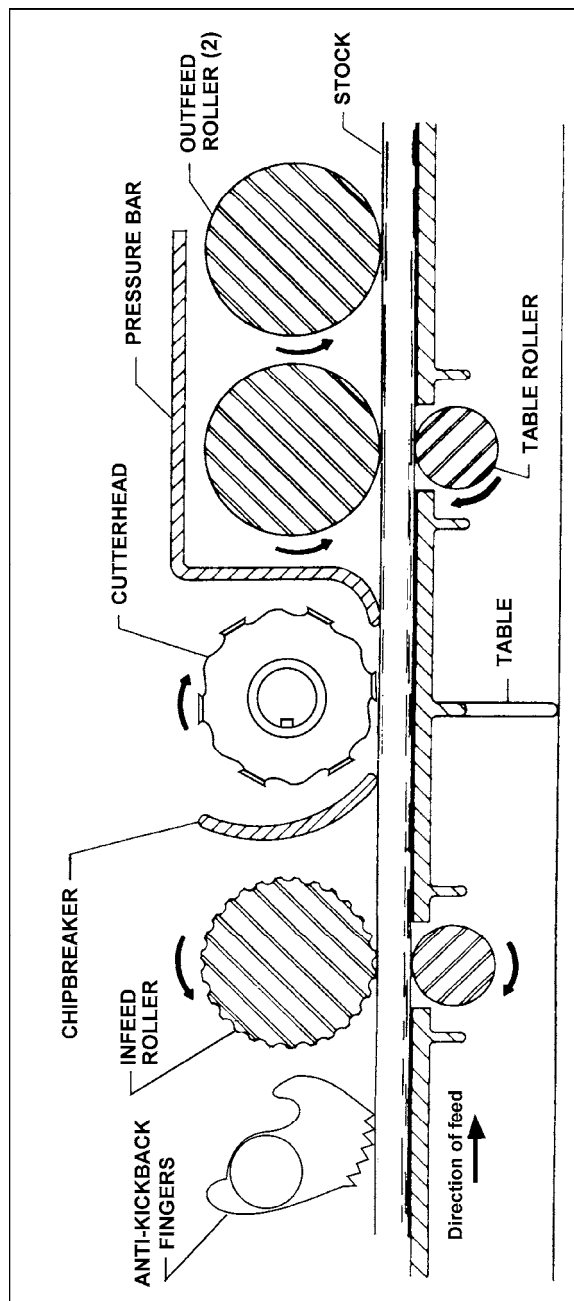

Рис. 8
**Строгальная голова с валами вашего продольно-строгального станка (Рис. 8)**